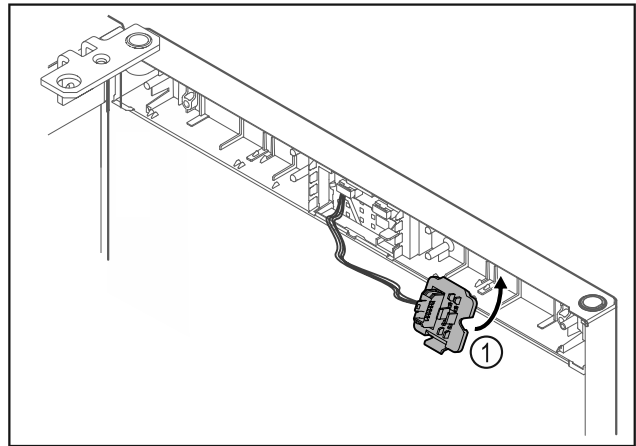

Fig. 13
- ▶ Зафиксируйте держатель штекера Fig. 13 (1) на противоположной стороне.*